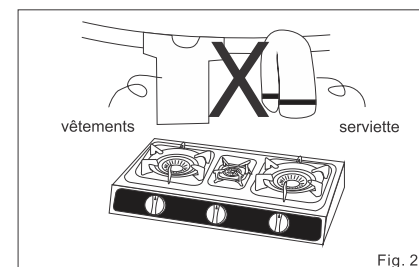

Fig. 2
• N'utilisez l'appareil que pour cuisiner. Ne séchez pas des peignoirs de bain, des serviettes, des vêtements etc. sur l'appareil (fig. 2).